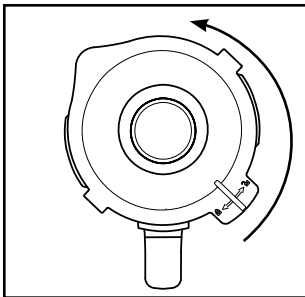

Fig. 1
- 2) Retire la tapa **2**; para ello, gírela en sentido antihorario hacia la posición  (consulte la fig. 1) hasta que pueda extraerse hacia arriba.
- 3) Llene el vaso ❸ como mínimo hasta la rayita inferior de la escala ❸ y, como máximo, hasta la marca MAX. Para obtener un resultado óptimo, recomendamos las siguientes cantidades máximas de llenado: